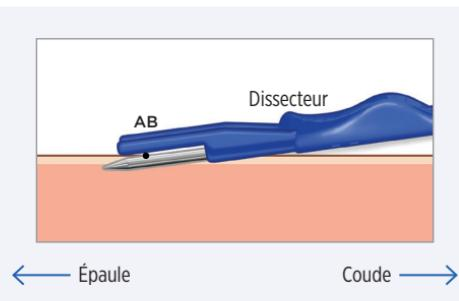
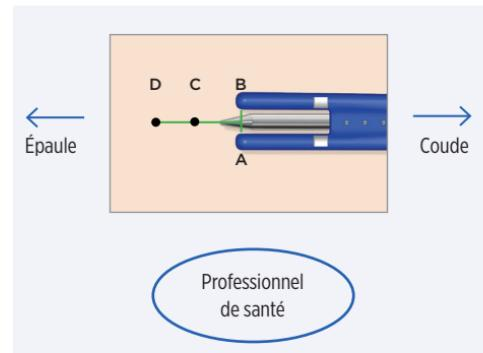

Figure 3
Figure 4
3. Lorsque les extrémités des butées de profondeur sont sur la peau et que le dissecteur à bout émoussé est dans l'espace sous-cutané, réduisez l'angle d'entrée du dispositif dans la peau jusqu'à 5 à 10° environ (figure 3), en veillant à ne pas placer les doigts sous la tige métallique ou les portions en plastique de l'outil. Cela risquerait de créer un angle plus ouvert.
4. Déplacez le dissecteur à bout émoussé vers l'épaule tout en gardant les parties en métal et en plastique du dispositif en contact avec la peau pour assurer le plus petit angle possible de la poche par rapport à la peau (Figure 3). Faites progresser l'outil jusqu'à ce que l'incision entre A et B soit entre les repères blancs, sur les butées de contrôle de la profondeur (25 à 30 mm environ) (figure 4). Retirez complètement le dissecteur à bout émoussé et mettez-le de côté.